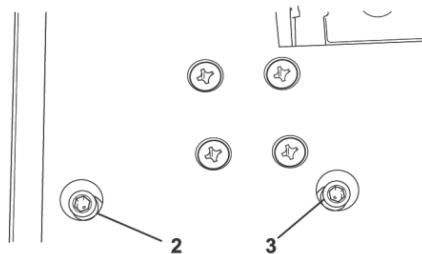

Fig. 10 – Ajuste del ángulo
5. Si fuera necesario ajustar el ángulo, en la base de la máquina existen dos pernos Allen de regulaje. El perno Allen (2) regula el ángulo de 0° y el perno (3) es para el regulaje del ángulo de 45° , fig. 10
5 - Si fuera necesario ajustar el ángulo, en la base de la máquina existen dos pernos Allen de regulaje. El perno Allen (2) regula el ángulo de 0° y el perno (3) es para el regulaje del ángulo de 45°, fig. 10.